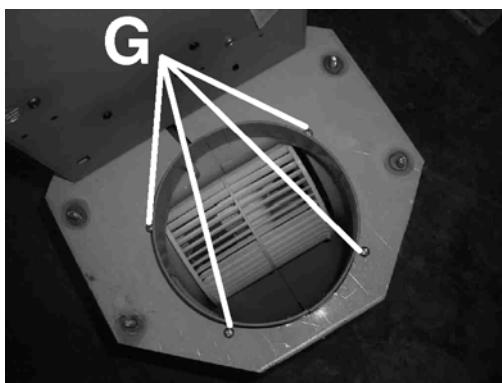

Abb. 12
9. Die 4 Schrauben (G) entfernen, die den Motorblock halten (Abb.12).